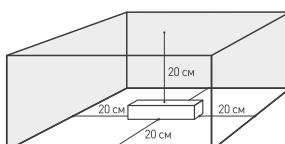

Рис. 1. Свободное пространство вокруг источника
- 4.3. Для естественной вентиляции обеспечьте свободное пространство вокруг источника питания не менее 20 см, как изображено на рис. 1. При невозможности обеспечить свободное пространство используйте принудительную вентиляцию. В случае установки в ограниченном пространстве (например, в лайтбокс или профиль) предусмотрите обеспечение требуемого температурного режима источника питания. Не допускайте работу блока питания с температурой корпуса, равной или превышающей  $t_c$ . В подобных условиях гарантийный срок сокращается в 2 раза.